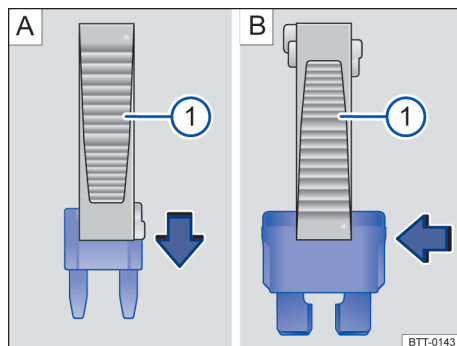

Fig. 148 Quitar o instalar un fusible con la garra de la pinza de plástico ①.
- De ser necesario, retirar la pinza de plástico → fig. 148 ① de la cubierta de la caja de fusibles.
- En caso de *fusibles pequeños*, encajar la garra ① por encima → fig. 148 A.
- En caso de *fusibles mayores*, empujar la garra ① lateralmente sobre el fusible → fig. 148 B.
- Si el fusible está quemado, sustituir el fusible por uno nuevo de la *misma* intensidad de corriente (mismo color e inscripción) y del *mismo* tamaño → ①.